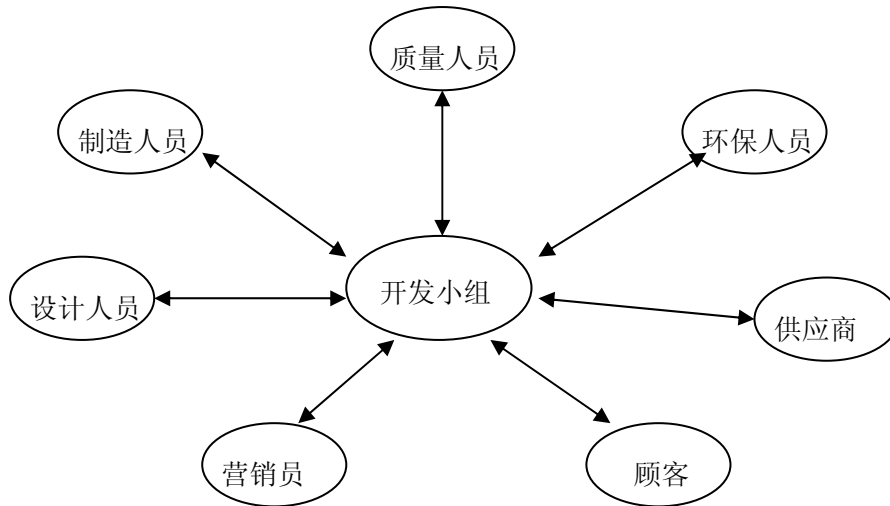

图 4-7 集成产品设计团队
2. 组织重构。并行工程要求打破职能部门制的组织结构，建立跨部门、跨专业的集成产品设计团队(见图 4-7)。
从图 4-7 中可以看出，工艺柔性和单位成本在工艺专门化这一类型下最高，而从工艺专门化至连续性生产类型，它们则越来越低。图 4-7 中的例子沿矩阵的对角线分布，对角线代表的是在一系列既定条件下工艺过程的最佳选择。例如，如果产量很低，而且其产品要求的标准化很低，那么工艺专门化是最合适选择。对于多品种、小批量加工，批量生产则是最合适的，等等。。